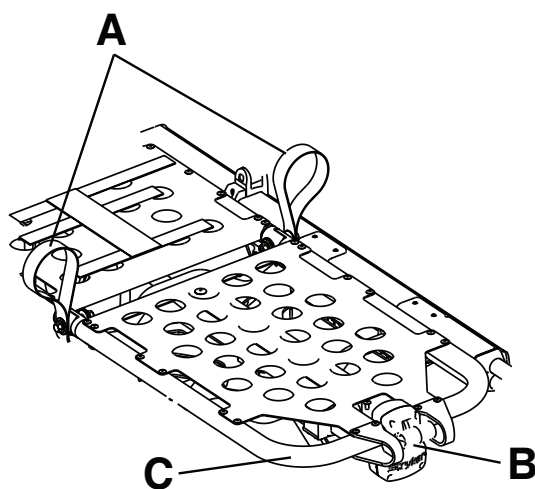

Рисунок 13 – Коленная секция
1. Поднимите одну из двух красных подъемных петель (А) до выдвижения коленной секции на максимальную высоту (Рисунок 13).
Чтобы опустить коленную секцию, поднимите какую-либо из подъемных петель (А), чтобы снять давление на фиксирующий механизм. Удерживая петлю, нажмите на красный рычаг освобождения подножки (В) до высвобождения опорного кронштейна (Рисунок 13). Опустите коленную секцию в горизонтальное положение.
Чтобы поднять коленную секцию в положении Тренделенбурга, поднимите раму подножки (С) в крайнее верхнее положение так, чтобы она зафиксировалась на месте (Рисунок 13). При отпуске рамы опорный кронштейн фиксируется автоматически.
Чтобы опустить коленную секцию в положении Тренделенбурга, поднимите раму подножки (С) и, удерживая раму, поднимите красный рычаг освобождения подножки (В) так, чтобы опорный кронштейн вышел из зацепления с рамой (Рисунок 13). Опустите подножку в горизонтальное положение.